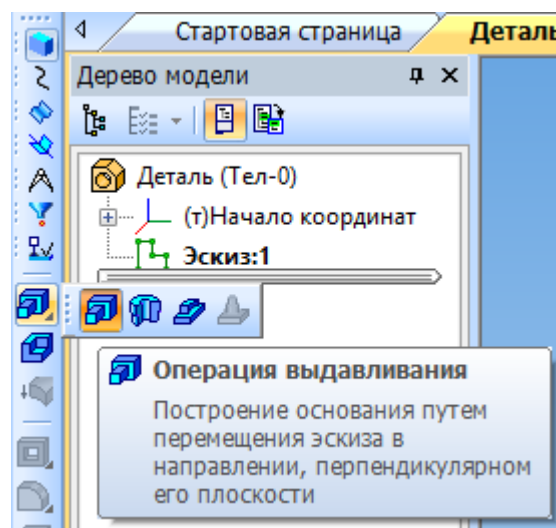

Рисунок 8.13 – «Операция выдавливания»
12. Выберите в *Дереве построений* ветвь «Эскиз:3» и на панели инструментов *Редактирование детали* выберите команду «Операция выдавливания»  (см. рисунок 8.13), или в выпадающем меню: *Операции* → *Операция* → *Выдавливания*. В *Строке параметров* задайте: **Прямое направление; на расстояние 35 мм; уклон 0°; Не создавать тонкую стенку**. Завершите операцию – .